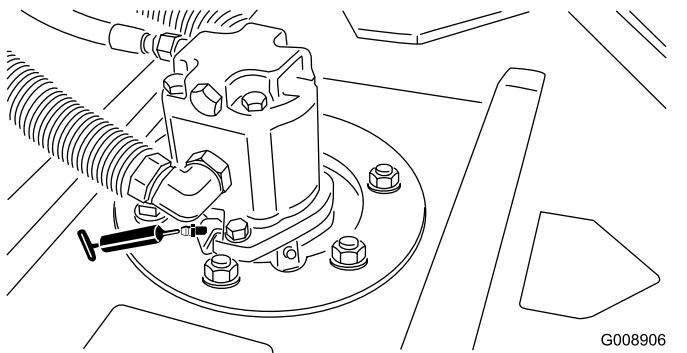

Figura 54
- Rolamentos do eixo da unidade de corte (2 por cada unidade de corte) – Figura 54